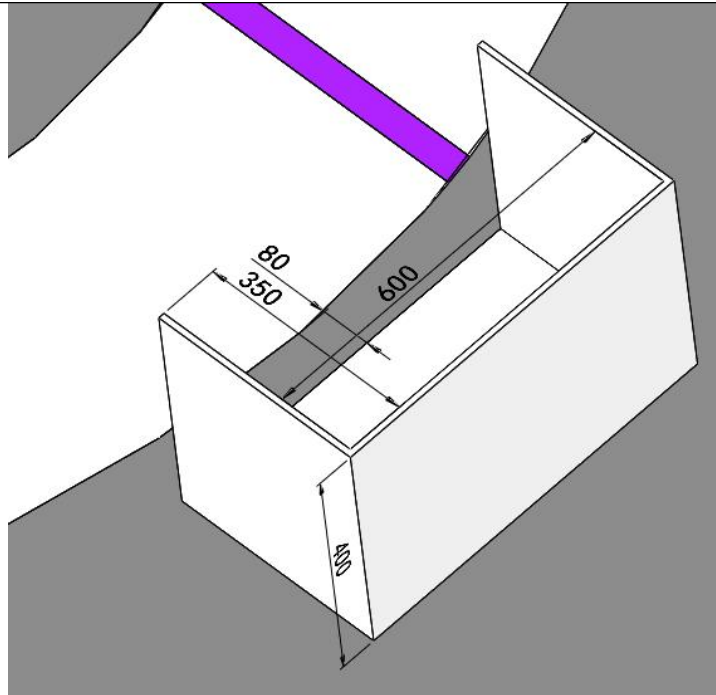

图 8 住户 1 标识尺寸 (单位: mm)
3.住户标识：分岔路两侧分别设置了住户，赛道上设置了紫色和棕色的标识色带。色带大小为 $500\text{mm} \times 50\text{mm}$ ，与住户最前端的立板平齐。如图8、9所示。